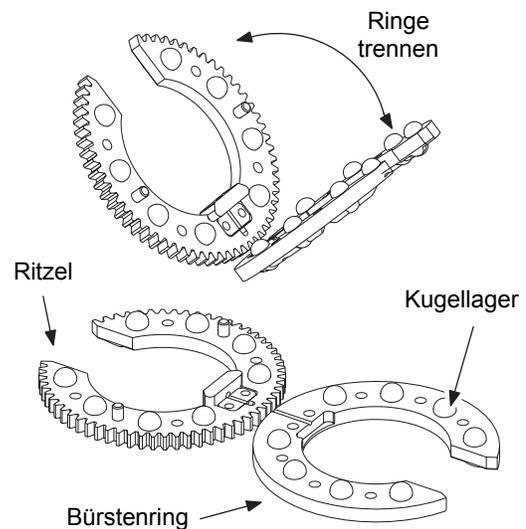

Abbildung 40 Ritzel vom Bürstenring trennen
3. Trennen Sie das Ritzel vollständig vom Bürstenring (siehe Abbildung 40). Legen Sie die Ringe flach auf die Arbeitsfläche.